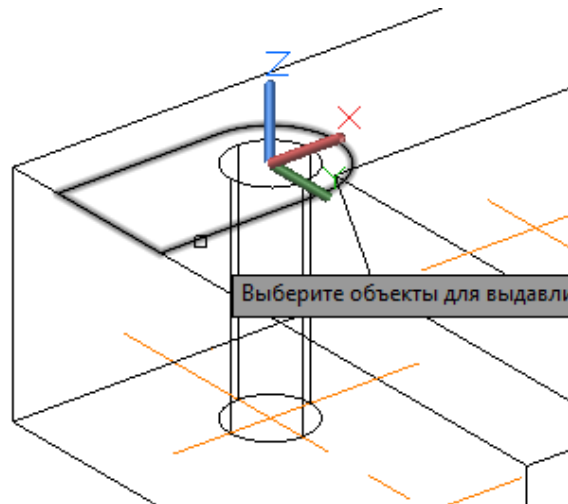

Рис. 4.7. Контур для выдавливания
**14.** Создайте контур для выдавливания (рис. 4.7).
Получится контур для выдавливания, как на рис. 4.7.
*Выберите объекты для выдавливания или:* щёлкните левой кнопкой мыши по полученному контуру (рис. 4.7), нажмите клавишу **Enter**.